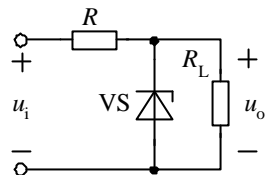

图 1-19 稳压管稳压电路
(5) 稳压电路 利用稳压管组成的简单稳压电路如图 1-19 所示。 $R$  为限流电阻, 用来限制流过稳压管的电流。当稳压管处于反向击穿状态时, 稳定电压  $U_Z$  基本不变, 故负载电阻  $R_L$  两端的电压  $u_o$  基本稳定, 在一定范围内不受  $u_i$  和  $R_L$  变化的影响。
1.3.5 在图 1-19 中,  $R_L=100\Omega$ , 电压  $u_i$  随时间在 9~12V 范围内波动, 要求电压  $u_o$  稳定为 6V。试确定稳压管 VS 和电阻  $R$  的参数。